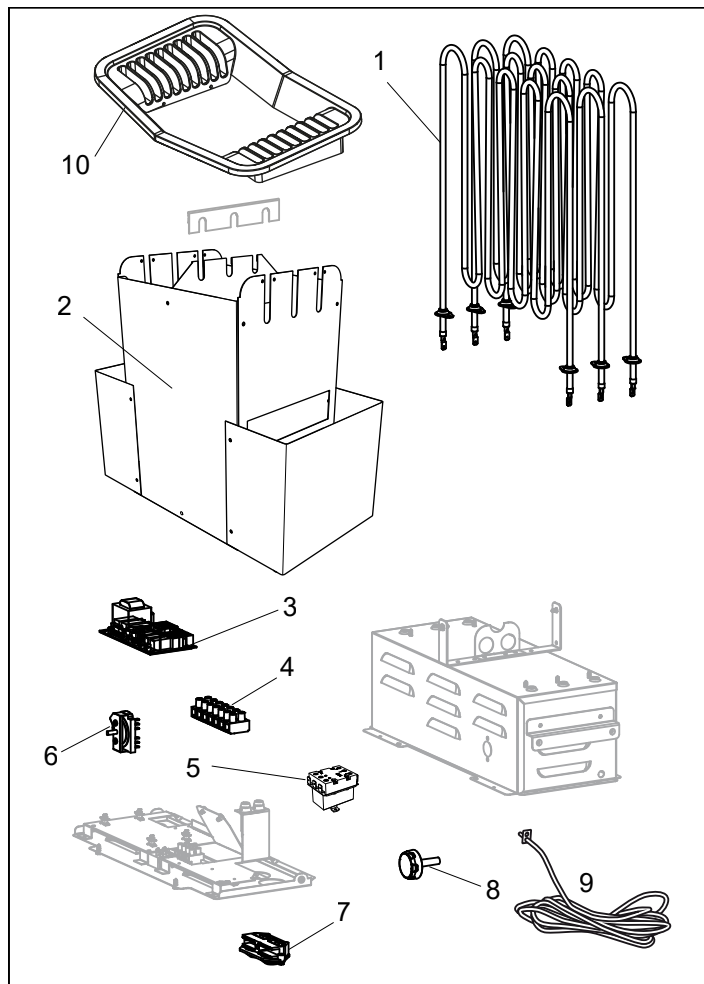

Rysunek 6. Resetowanie wyłącznika termicznego
• **Piec** — wyłącznik temperaturowy w piecu służy do ochrony elementów, rur i konstrukcji drewnianej sauny przed przegrzaniem. Na spodzie pieca znajduje się czerwony przycisk resetowania, który należy nacisnąć (patrz rys. 6). W przypadku uaktywnienia wyłącznika przycisk staje się sztywny i jego resetowaniu towarzyszy odgłos „kliknięcia”. Przycisk ugina się bez kliknięcia po zresetowaniu, dopóki wyłącznik nie zostanie uaktywniony.